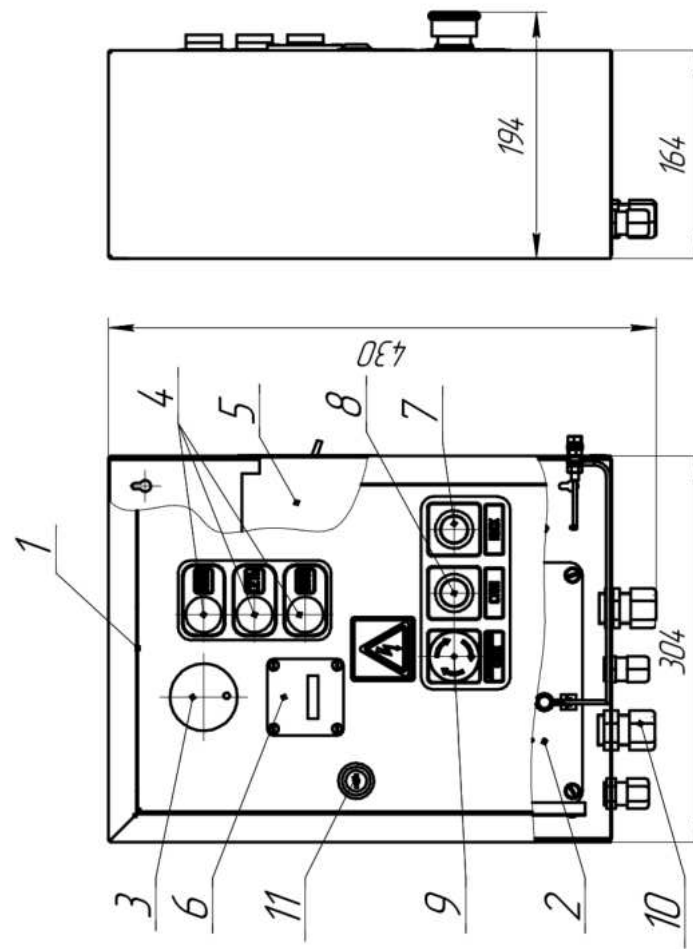

Рисунок 14. Шкаф управления
4.1.5 **Шкаф управления** (рисунок 14) состоит из стального корпуса с дверкой 1, на которую вынесены элементы управления и контроля работы установки, и приборной панели 2 на которой закреплены силовые, коммутационные и защитные аппараты электрооборудования.